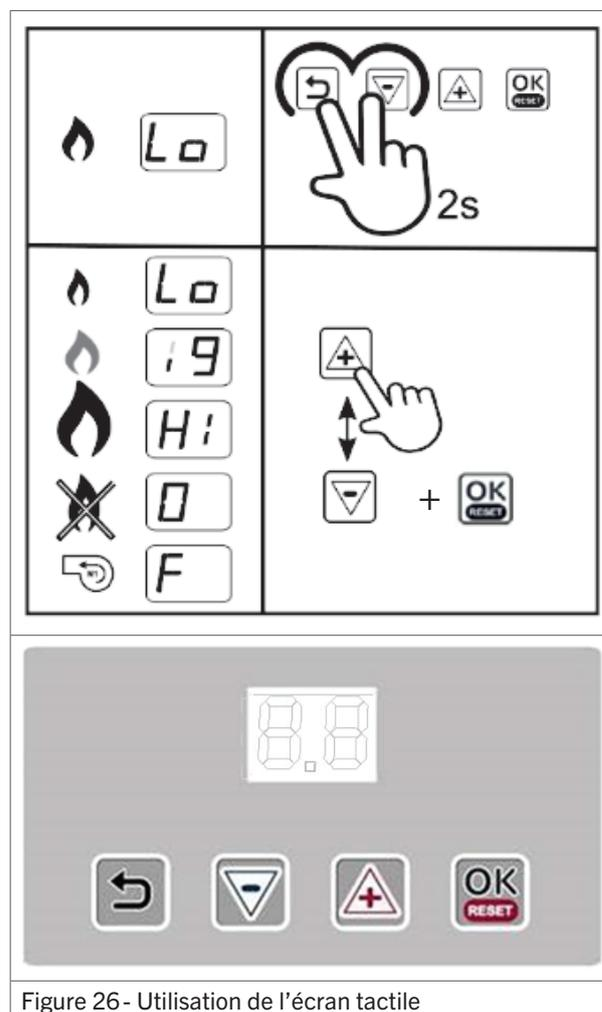

Figure 26- Utilisation de l'écran tactile
1. Appuyer pendant quelques secondes sur les touches **Retour** et **(-)** (figure 26). L'écran affiche alternativement les indications **Lo** et **St**, ce qui indique que l'aérotherme démarrera à la puissance minimale.
2. Appuyer sur les touches **(+)** et **(-)** pour sélectionner alternativement les puissances maximale et minimale (figure 26).